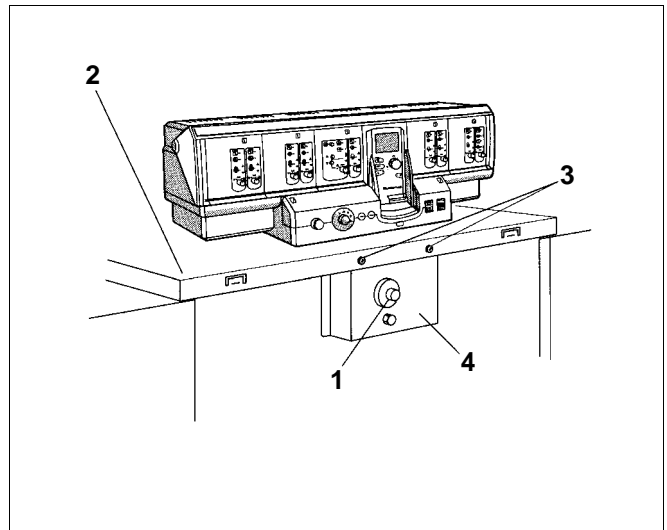

Fig 61 Régulation supplémentaire HT3101
- Fixer la régulation supplémentaire HT3101 (fig. 61, **pos. 4**) sur la capot avant de la chaudière (fig. 61, **pos. 2**) avec deux vis à tête plate (Parker) 3,9 x 9,5 (fig. 61, **pos. 3**).
- Régler le thermostat (fig. 61, **pos. 1**) sur la température désirée.